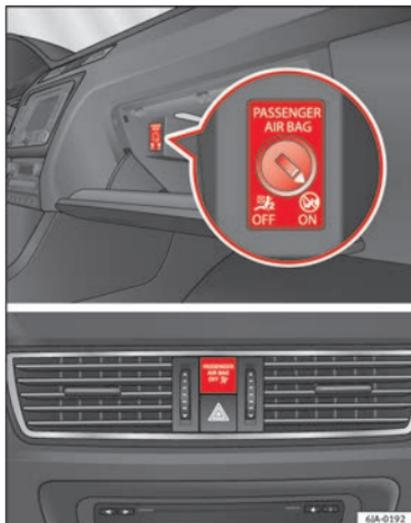

Fig. 81 Conmutador del airbag frontal del acompañante/testigo para desconexión de airbag del acompañante.
- el airbag desconectado está señalado mediante el testigo **OFF** , que se ilumina en la inscripción **PASSENGER AIR BAG OFF** ; colocado en la parte central del tablero de instrumentos » **fig. 81** » **pág. 75**.
- el airbag desconectado está señalizado mediante el testigo **OFF**  que se ilumina en la inscripción **PASSENGER AIR BAG OFF**  colocada en la parte central del tablero de instrumentos **» fig. 81 3.**
- Introduzca el espadín de la llave en la ranura prevista en el conmutador de desconexión del airbag del acompañante **» fig. 81**. El espadín debe entrar aproximadamente 3/4 de su longitud, hasta llegar al tope.